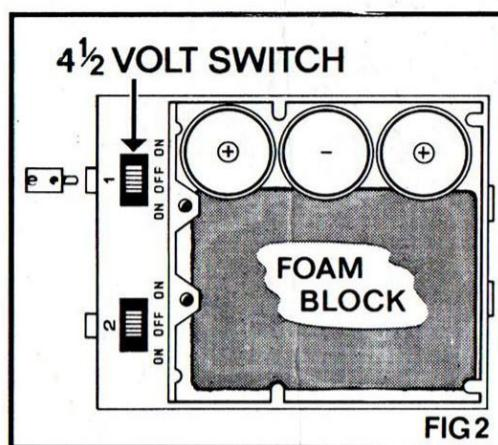

FIG 2
- Sind nur 4½ Volt erforderlich, werden lediglich 3 Batterien benötigt, die in der in Abb. 2 gezeigten Weise anzuordnen sind: der übrige Leerraum im Kasten ist mit dem mitgelieferten Schaumstoff-Block auszufüllen.
- Om den erforderliga spänningen är 4,5 volt behöver endast 3 batterier användas. De skall placeras så som framgår av Fig.2. Dosans återstående utrymme skall fyllas ut med den medföljande skumklotsen.
- Para trabajar con corriente de 4,5 voltios, sólo será necesario usar 3 pilas, que se colocarán en las posiciones señaladas en la fig.2, rellenándose el espacio restante con el bloc de espuma incluido en el suministro.